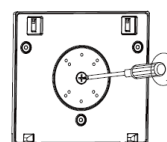

Fig. 1.2
2. À l'aide d'un tournevis, retirer le bouchon (Fig. 1.2).